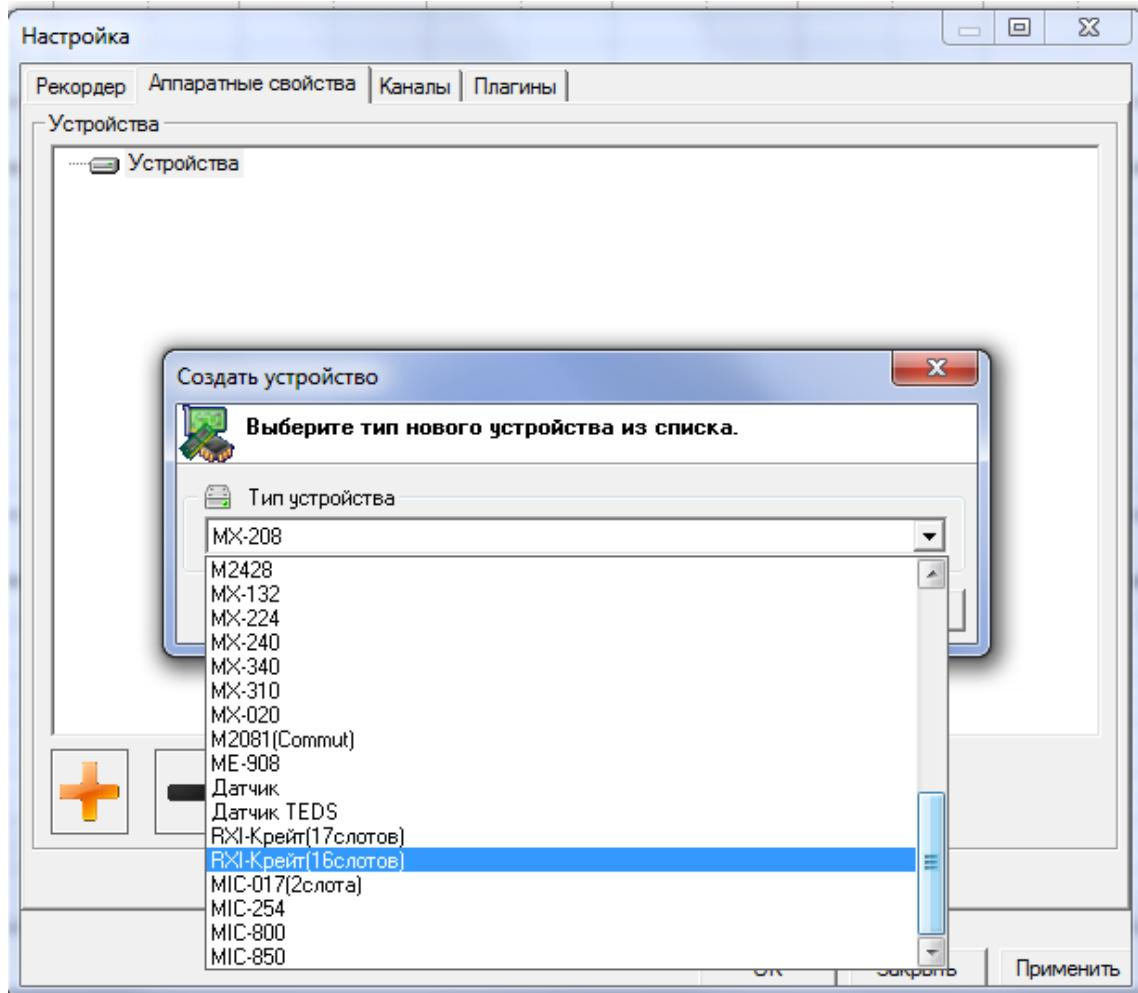

Рис. 8- Выбор устройства
-«Добавить устройство» в нижней части окна, затем в открывшемся окне «Создать устройство» выбрать строку, соответствующую типу устройства, в которое установлен модуль MR-405 (это может быть «MR-Крейт», «RXI-Крейт», «MIC-800», «MIC-850» и другие и нажать кнопку «Ок» (см. Рис. 8).